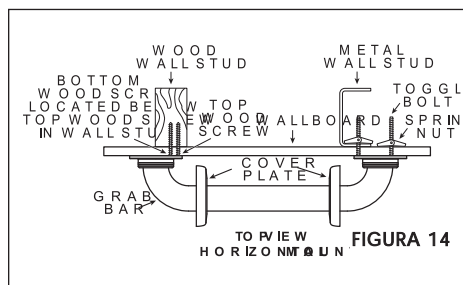

FIGURA 14
- Introduzca un (1) TORNILLO DE MADERA en el extremo de la Barra de Seguridad que se instalará en la viga de madera de la pared. Atornille en la pared y en la viga de la pared (APRETANDO A MANO SOLAMENTE) (vea la Figura 14).
- Coloque el extremo de la Barra de Seguridad con los TORNILLOS DE FIJACIÓN adjuntos de manera que pueda oprimir las tuercas de resorte y los topes en los extremos de los TORNILLOS DE FIJACIÓN por los agujeros perforados. Las tuercas de resorte deben pasar totalmente por los agujeros en la pared. (vea la Figura 14).
- Hale los TORNILLOS DE FIJACIÓN hacia usted y apriete con el dedo los TORNILLOS para asegurarse que las tuercas de resorte se han abierto completamente contra el dorso de la pared y la viga de metal de la pared (vea la Figura 14). Si las tuercas de resorte no se han abierto completamente, afloje los tornillos y repita el Paso 8.
- Repita el Paso 5 con los dos (2) TORNILLOS DE MADERA restantes introduciéndolos en la viga de madera de la pared.